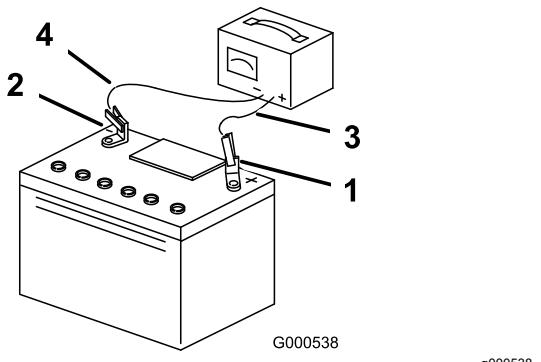

Figura 61
5. Cuando la batería esté completamente cargada, desconecte el cargador del suministro eléctrico, y desconecte los cables del cargador de los bornes de la batería (Figura 61).